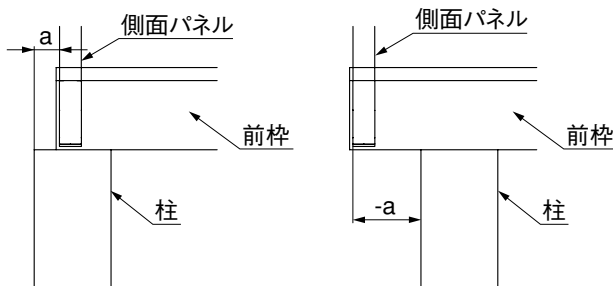

図4-4 側面パネルとの距離
- ① 側面パネルと柱の距離aを測ってください。(図4-4参照)